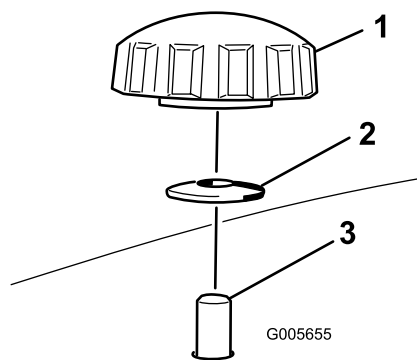

Figure 2
2. Montez le déflexeur gauche sur le plateau et fixez les goujons sur le déflexeur par le haut du plateau de coupe au moyen de 2 boutons et rondelles bombées (côté bombé face au plateau de coupe), comme illustré aux Figure 1 et Figure 2.
3. Insérez le déflecteur droit par l'ouverture d'éjection et fixez-le en place avec 2 boutons et rondelles bombées (côté bombé face au plateau de coupe) comme illustré aux Figure 1 et Figure 2.